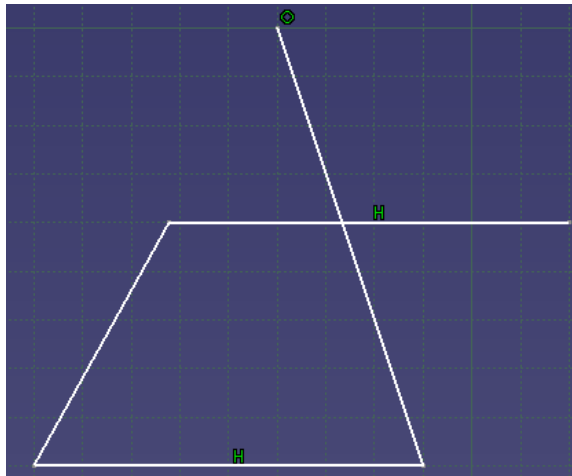

图 2-21
(2) 点击  键后，选择三角形左下方的线，再选三角形内部的线（见图 2-21）。